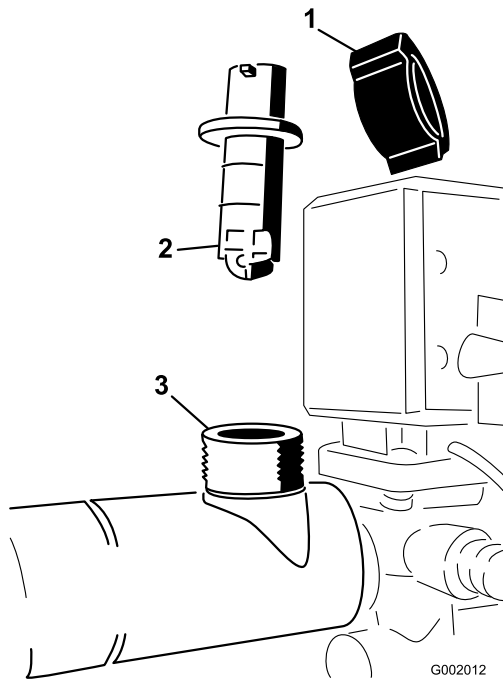

Figura 68
2. Retirar a cobertura de suporte do corpo do fluxímetro (Figura 68).